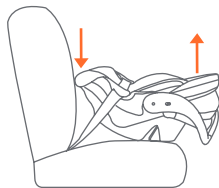
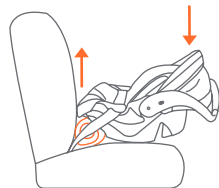

Fig. 48-2
Fig. 48-3
- Si el Indicador de Ángulo del Asiento muestra **CUALQUIER rojo**, el Asiento de Seguridad está **demasiado vertical ó demasiado reclinado**. Si el Asiento de Seguridad está demasiado reclinado ajuste el Asiento de Seguridad como se muestra en la Fig. 48-2 hasta que el indicador de nivel **NO muestre nada de rojo**. Si el Asiento de Seguridad está demasiado vertical, coloque una toalla enrollada apretada ó cojín alargado, bajo la punta del pie del Asiento de Seguridad hasta que el nivel indicador **NO muestre nada rojo**. (Fig. 48-3) Vuelva a apretar el cinturón de seguridad del vehículo según se indicó en la sección, **Asegurando el Asiento de Seguridad ó Base en el vehículo**.